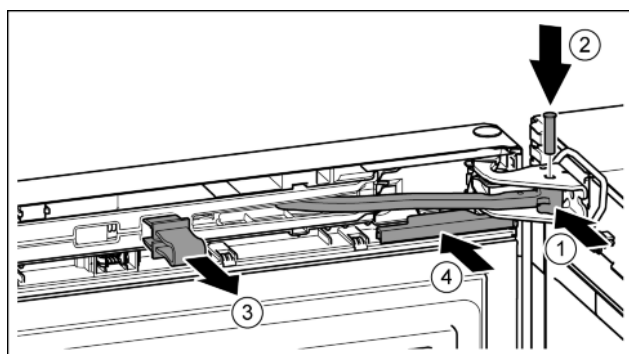

Fig. 41
- ▶ Повернуть шарнир в опорном кронштейне. Fig. 41 (1)
- ▶ Вставить палец в опорный кронштейн и шарнир. При этом следить за тем, чтобы выступ фиксатора занимал правильное положение в пазу. Fig. 41 (2)
- ▶ Снять предохранитель. Fig. 41 (3)
- ▶ Надвинуть крышку. Fig. 41 (4)